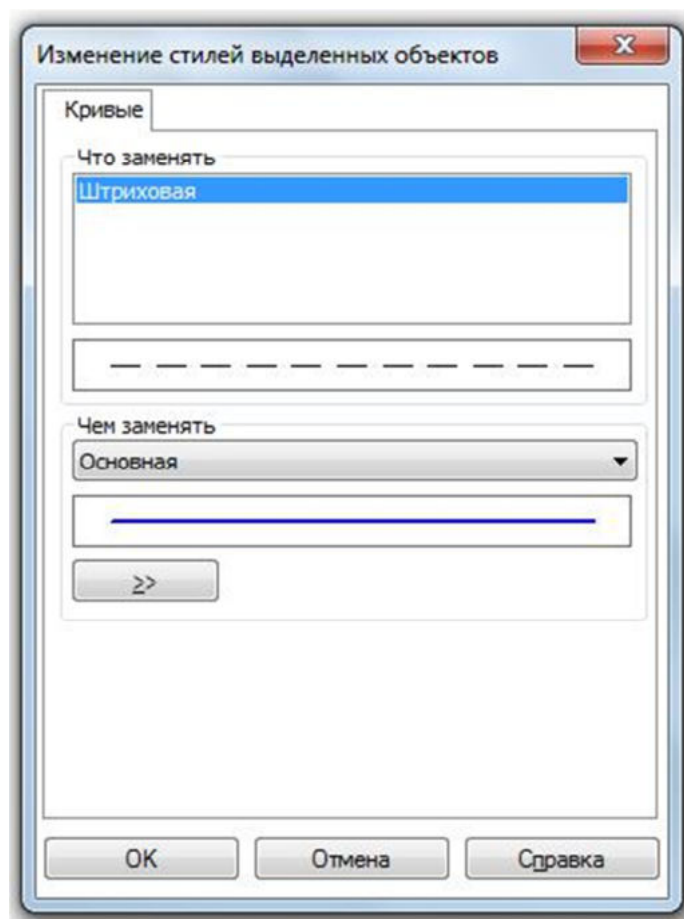

Рис. 14
- в раскрывшемся окне выберите стиль линии **Основная** – **ОК** (рис. 14);